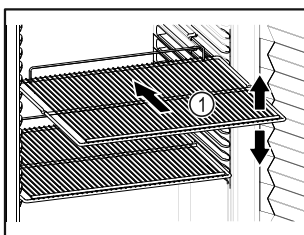

Fig. 58
- Dacă grătarele tip poliță Fig. 58 (1) pot fi mutate, adaptați-le în funcție de înălțime.